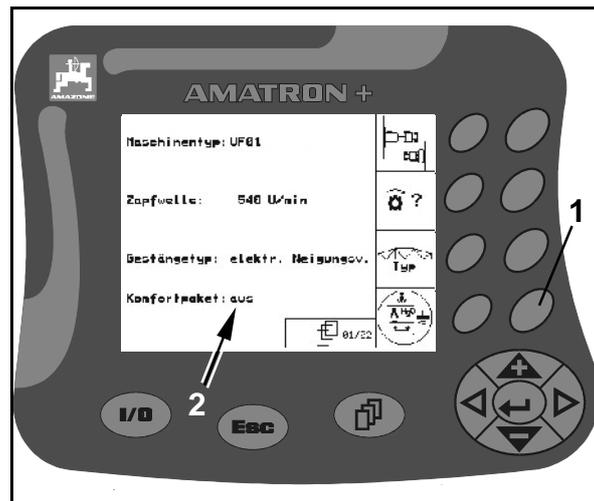

Fig. 103
1. Funktions-Taste (Fig. 103/1) einmal betätigen.
→ Im Display erscheint "ein" (Fig. 103/2) und die Funktion "Komfortpaket" ist eingeschaltet.
2. Funktions-Taste nochmals betätigen (Fig. 103/1).